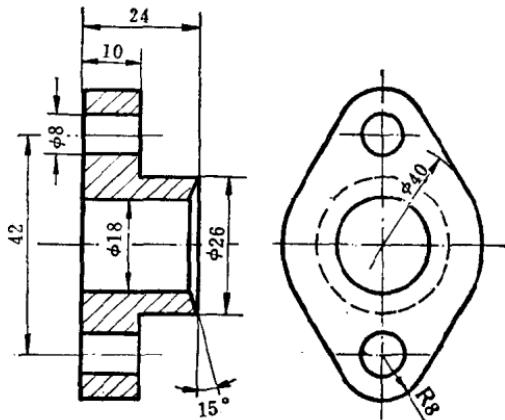

图1-2 尺寸标注方法
表1-1中前四种最常用，如图1-2。
②尺寸线：在尺寸界线间平行所标注部位，用细实线画出，两端画箭头指到尺寸界线上（有时一端画箭头）。
③尺寸数字：写在尺寸线中部上方（或中断处），字的方向规定为：水平的字头朝上；垂直的字头朝左；倾斜的字头偏上。
（3）常见的注法：①两个符号：直径符号  $\phi$ ，如图1-2
半径符号R, 如图1-2中R8, 表示半径是8的意思。
②角度注法: 以角顶为圆心, 任意长为半径画尺寸界线, 字的方向总是水平书写, 如图1-2中“ $15^{\circ}$ ”。